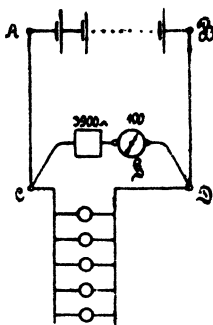

Fig. 18.
85. Eine Batterie besteht aus 10 [33] (120) hintereinander geschalteten Akkumulatoren von je 2 [1,95] (2,01) V Spannung und einem inneren Widerstand von 0,001 [0,002] (0,001) Ω pro Zelle. Der äußere Stromkreis wird gebildet aus den beiden 50 [80] (300) m langen, 1,5 [4] (8) mm dicken Kupferleitungen AC und BD (Fig. 18) und 5 [20] (100) parallel geschalteten Glühlampen von je 8 [80]